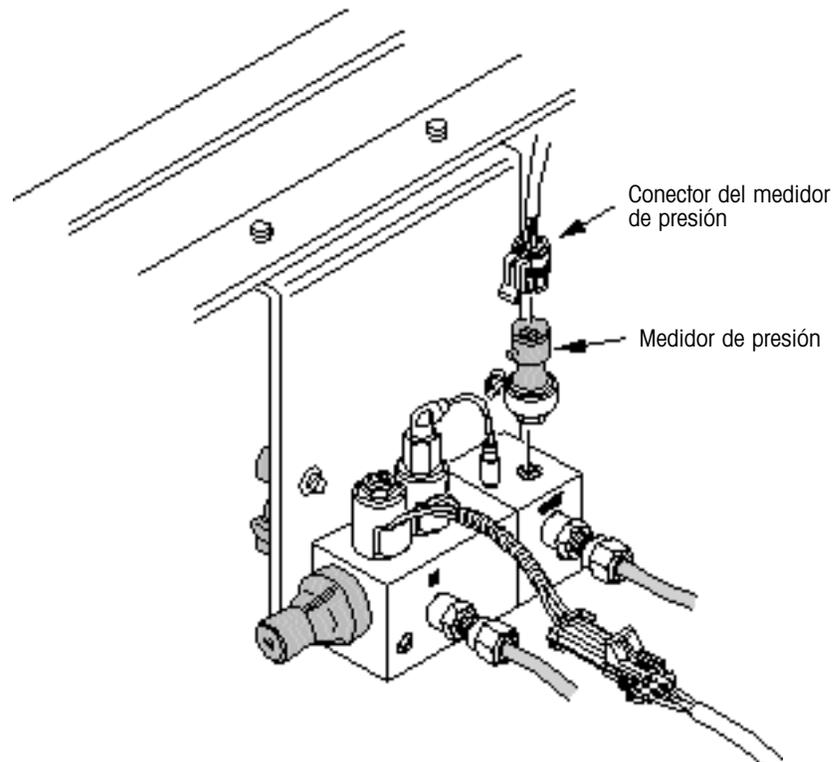

Figura 30. Reemplazo de medidor de presión
3. Desconecte el conector del medidor de presión (figura 30).